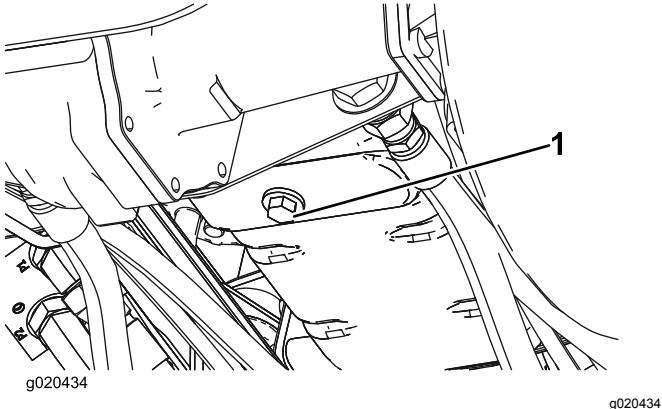

図 54
1. ドレンプラグ 図 54 を外してオイルを容器に受け る。オイルが抜けたらドレン・プラグを取り付ける。